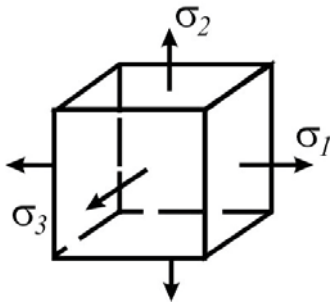

Рис. 2.22
2.22. Указать, при какой зависимости между главными напряжениями, действующими по граням элемента, имеет место одноосная деформация (т.е.  $\varepsilon_1 \neq 0$ ,  $\varepsilon_2 = \varepsilon_3 = 0$ ). Упругие постоянные материала считать известными (рис.2.22).